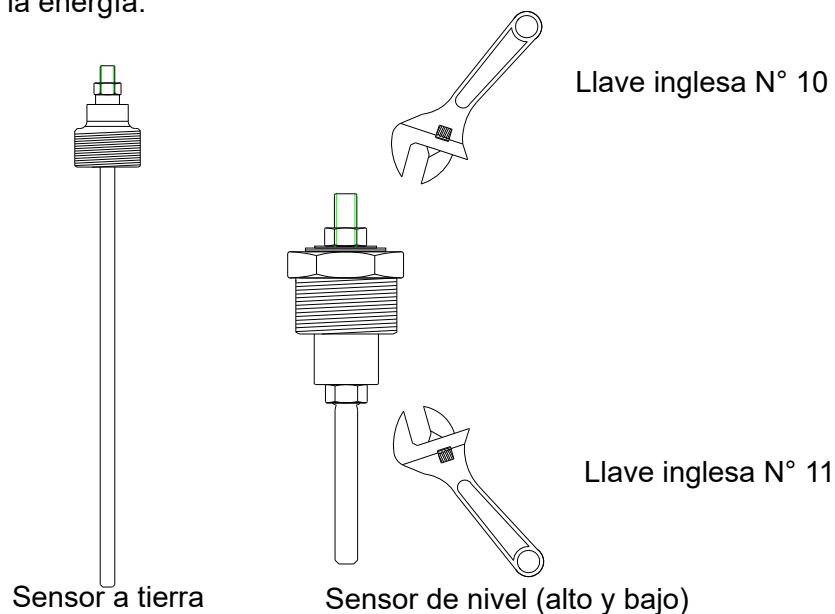
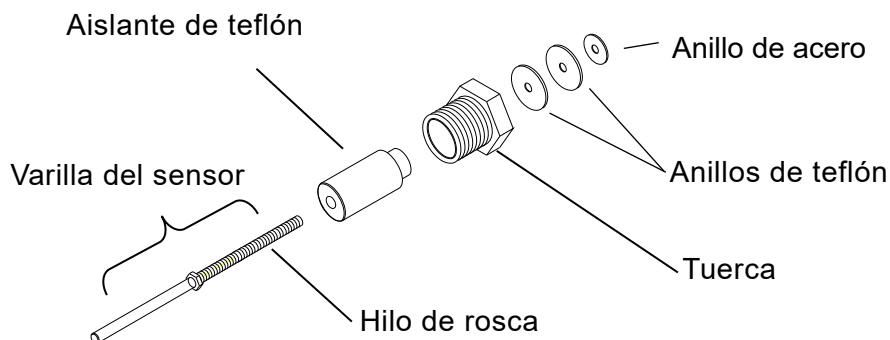
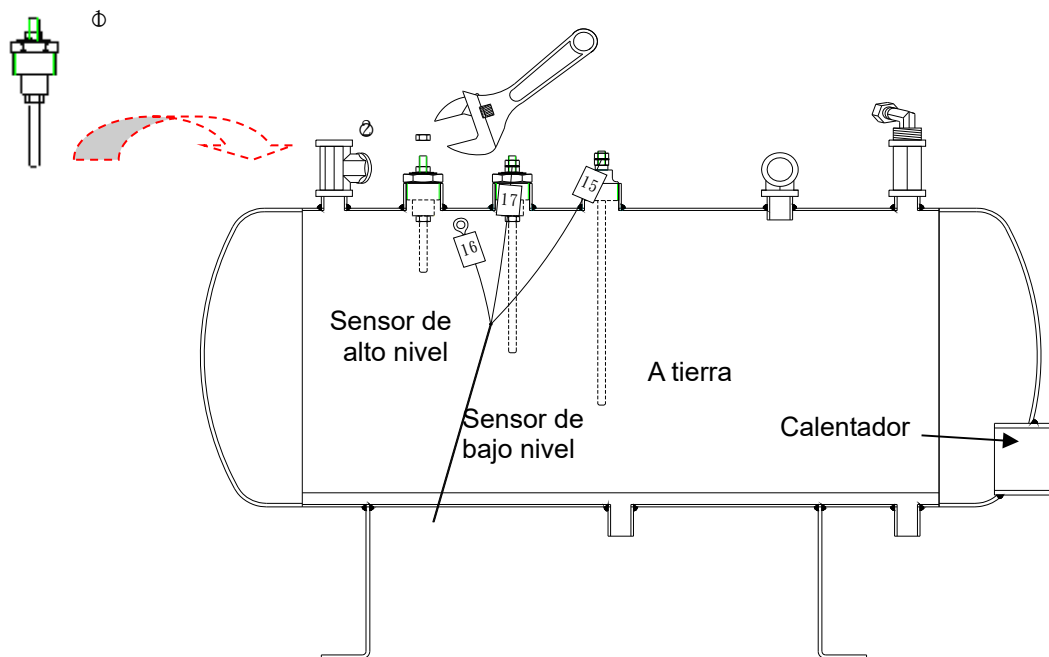

Figura 78
Figura 79
Figura 80
D. Figura 78 y Figura 79.
F. Seque todos los componentes después del trabajo de limpieza. Envuelva las ranuras enroscadas de las varillas del sensor de alto nivel y el sensor de bajo nivel (Figura 79) con cinta de sellado de modo que se puedan ajustar con los aislantes de teflón.
G. Ensamble los componentes según se muestra en la Figura 79 y Figura 80.
H. Instale los tres sensores y su cableado correspondientes con las herramientas usadas en el paso 1. Inspeccione de forma visual que la posición y la identificación del cableado coincidan con la Figura 80.